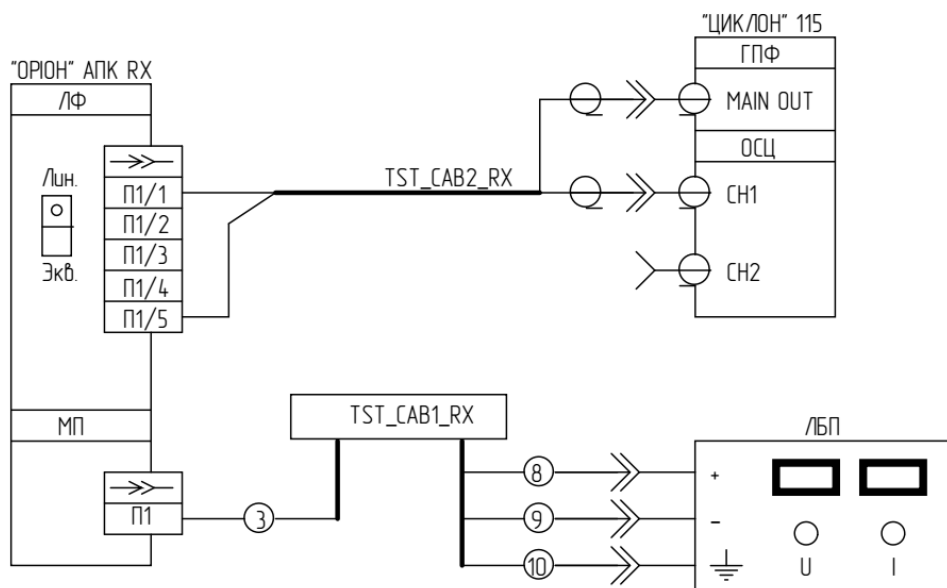

Рисунок 8.11.1 – Схема подключения
- 2) Собрать схему проведения измерений (см. рисунок 8.11.1);